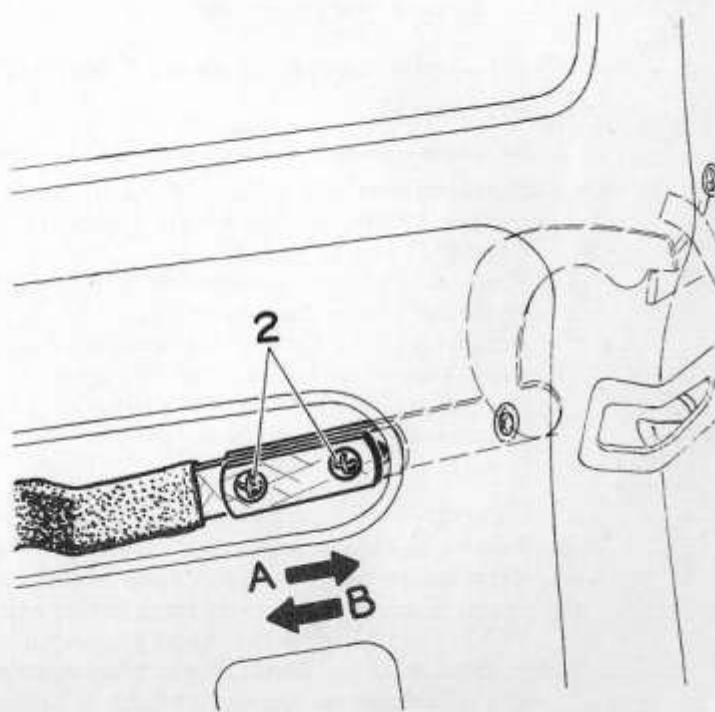

Fig. 75
- 3) Bloquer les deux vis (2 - Fig. 75)